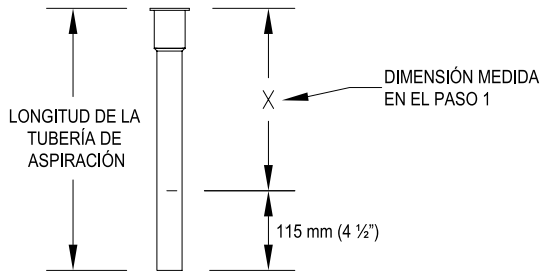

FIGURA 4.1
- 4.1) Corte la tubería de aspiración de acuerdo a la dimensión determinada en la figura 4.1.